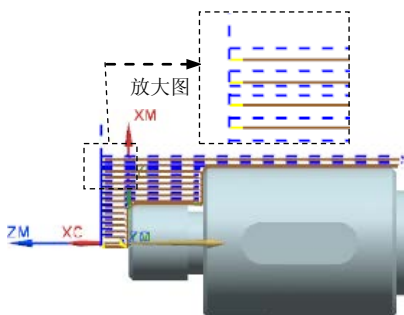

图 9.36 刀路轨迹
Step1. 单击“粗车 OD”对话框中的“生成”按钮 ，生成刀路轨迹如图 9.36 所示。